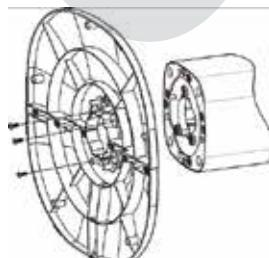

Abb. 3
7. Verbinden Sie den Standfuß mit der Unterseite des Gerätes und verbinden Sie alle Teile mit den mitgelieferten Schrauben (Abb. 3)